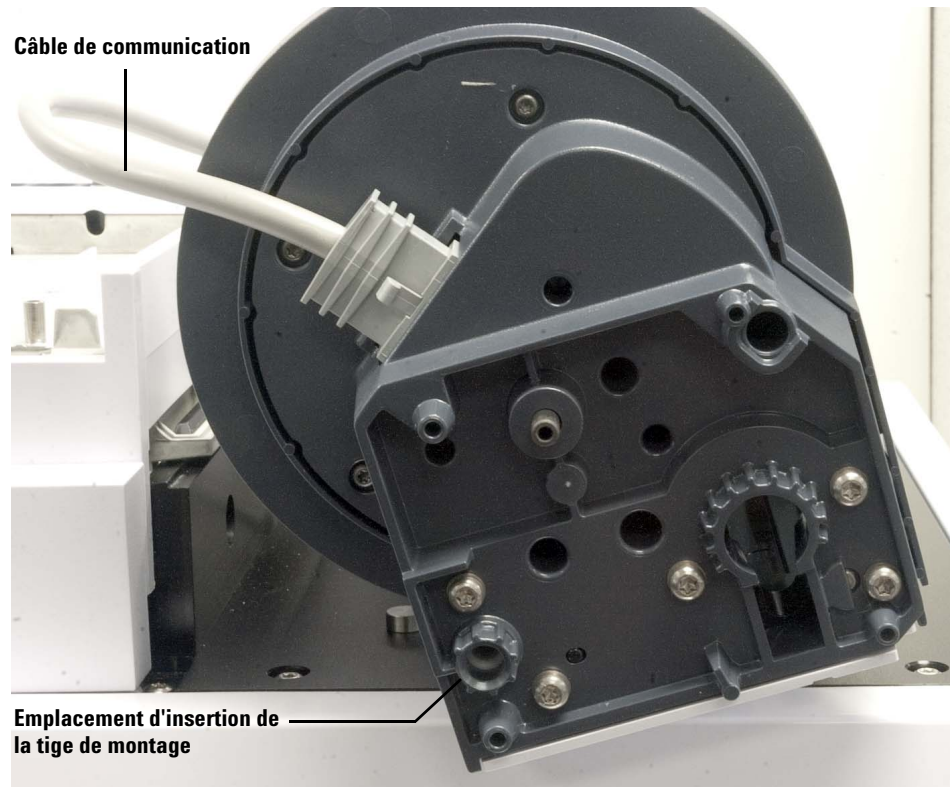

Figure 19 Emplacements d'insertion du câble de communication et de la tige de montage
- 2 Branchez le câble de communication à la tour avant (Figure 19). Si vous avez installé le porte-seringue de grande capacité G4521A dans une tour, utilisez celle-ci comme tour avant.
Repérez l'emplacement d'insertion de la tige de montage dans la base de la tour (Figure 19).